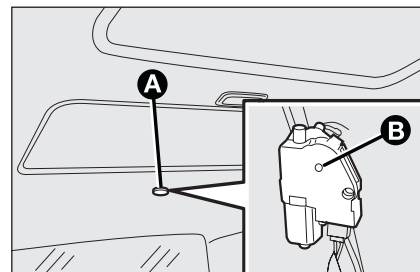

fig. 78
- ☐ retire el tapón de protección **A**-fig. 78 situado en la parte trasera del revestimiento interior;